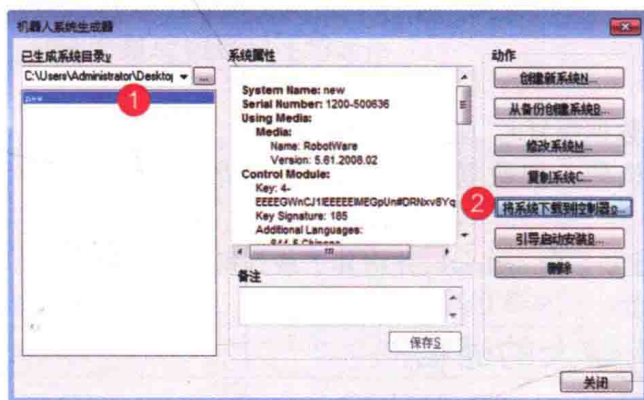

图 1-21 选择新系统“new”
①进入“机器人系统生成器”,选择新建的系统 new,如图 1-21 所示。
②选择将系统下载到控制器,如图 1-21 所示。